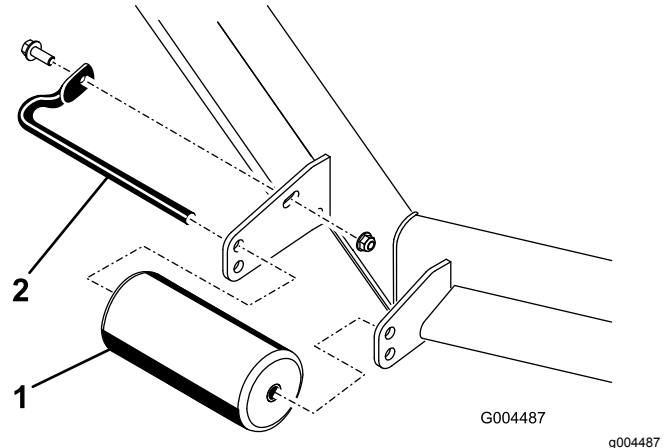

Bild 13
1. Nehmen Sie die Schraube und die Mutter ab, mit denen die Rollenwelle an der Mähwerkhalterung befestigt ist (Bild 13).